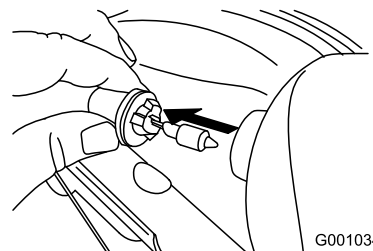

Figure 64
3. Sortez directement l'ampoule de l'arrière du phare (Figure 64).